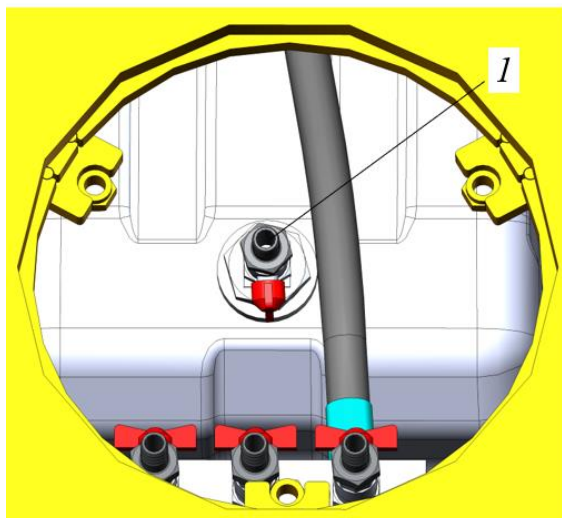

Рисунок 5.45. Кран слива моторного масла
- ▶ Надеть подходящий по диаметру шланг на штуцер крана 1 слива моторного масла с двигателя, рис. 5.45.